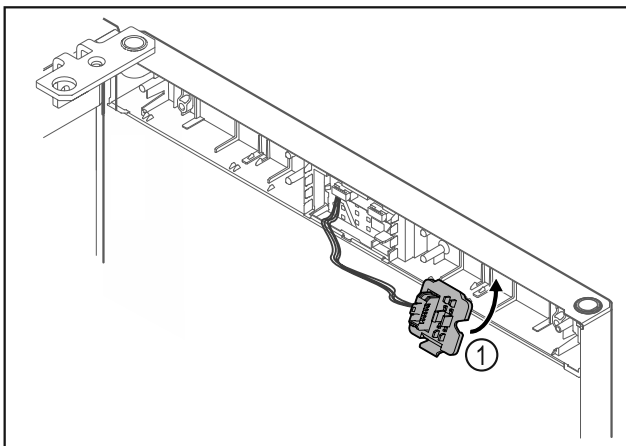

Fig. 14
- Mbërthejeni mbajtësen e spinës Fig. 14 (1) në anën e kundërt.*